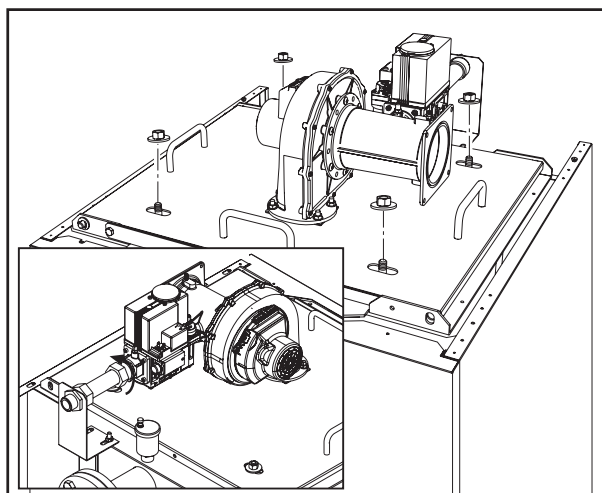

fig. 33
3. Extraer las cuatro tuercas y arandelas (fig. 33).
4. Desenroscar la conexión del gas (recuadro de la fig. 33).
Apretar correctamente las cuatro tuercas (fig. 33).